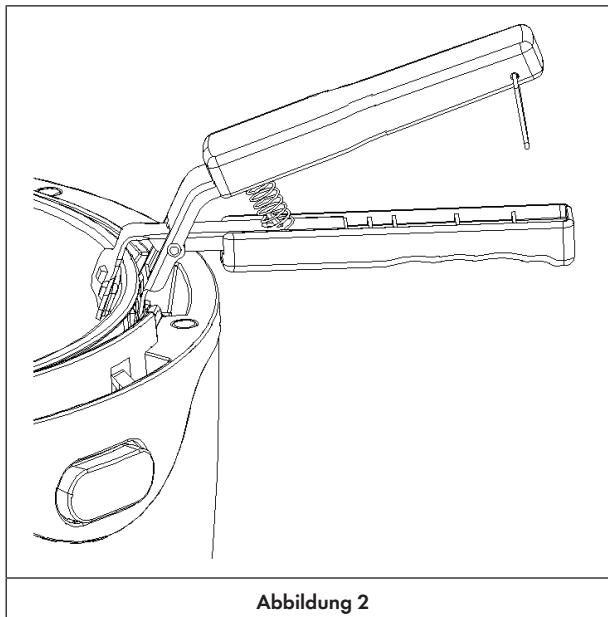

Abbildung 2
2. Stecken Sie den unteren Teil der Klemme in den Spalt zwischen Topf und Gehäuse (Abb. 2).